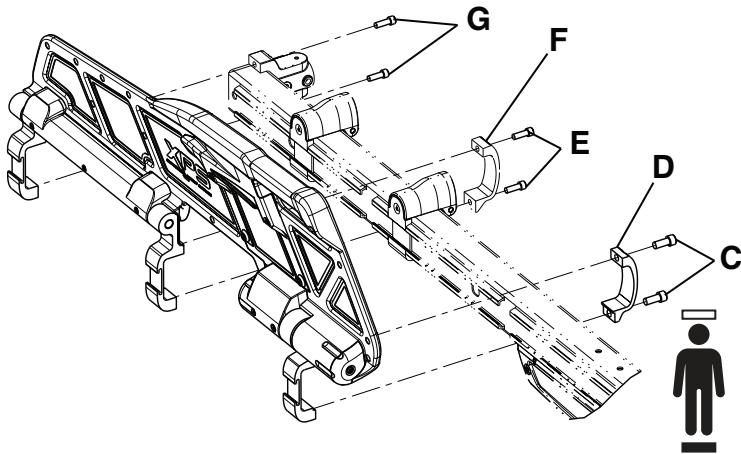

Figure 22 – Retrait de l'ensemble de la barrière
5. À l'aide d'une clé à 6 pans de 1/4 po, retirer les vis d'assemblage à six pans creux (C) qui fixent la pince de barrière (D) à l'ensemble clé à cliquet du côté pieds de l'ensemble principal (Figure 22). Conserver les vis.
6. À l'aide d'une clé à 6 pans de 3/16 po, retirer les deux vis d'assemblage à six pans creux (E) qui fixent la pince de la barrière du milieu (F) à l'ensemble du rail externe (Figure 22). Conserver les vis.
7. À l'aide d'une clé à 6 pans de 3/16 po, retirer les deux vis d'assemblage à six pans creux (G) qui fixent le haut et le bas du support d'interface châssis/plan de couchage à l'ensemble du rail externe (Figure 22). Conserver les vis.